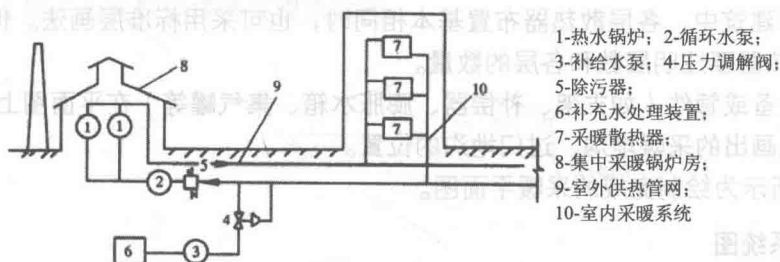

图 1-6 集中采暖系统
- 集中采暖系统：锅炉在单独的锅炉房内，热媒通过管道系统送至一栋或多栋建筑物的采暖系统，称为集中采暖系统，如图 1-6 所示。